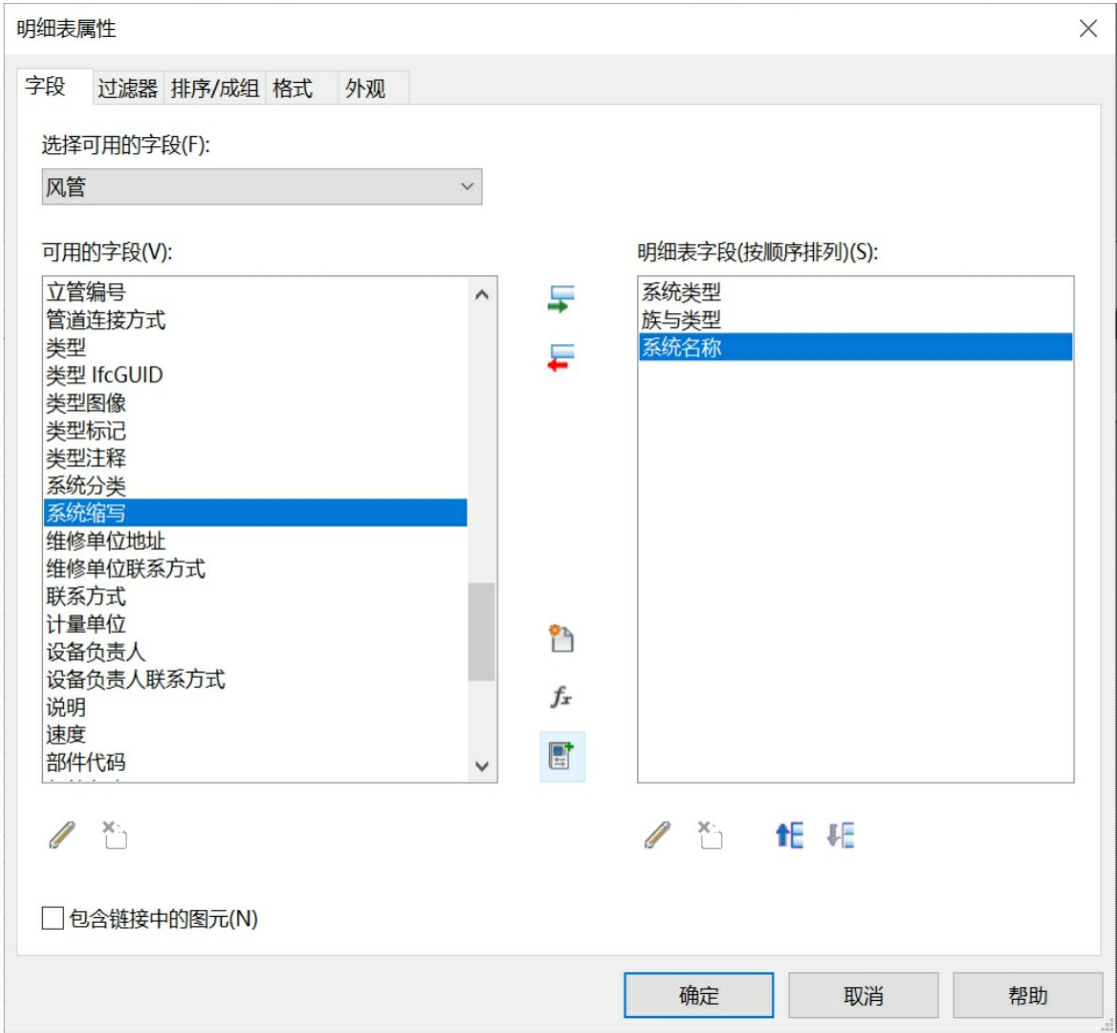

图2-119
(1) 方法一：使用 Tab 键选择风管或整个系统，用过滤器选择风管，在风管属性对话框中选择所需要的风管类型。
(2) 方法二：对于连接良好的风管系统，通过创建风管明细表，添加族与类型字段，在风管明细表族与族类型下拉框中选择风管和配件类型，如图2-119所示。